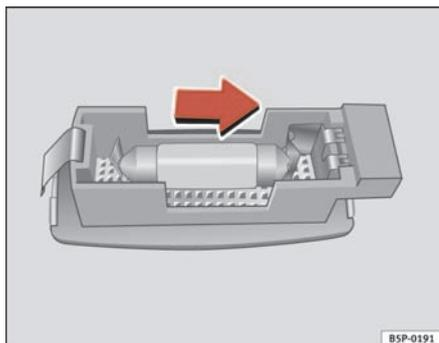

Fig. 192 Démontage de l'éclairage du pare-soleil
- Retirez le feu avec précaution en utilisant la partie plate du tournevis comme indiqué sur la figure ⇒ fig. 192.
- Retirez la lampe en la bougeant dans le sens de la flèche et vers l'extérieur. ⇒ fig. 192 ■